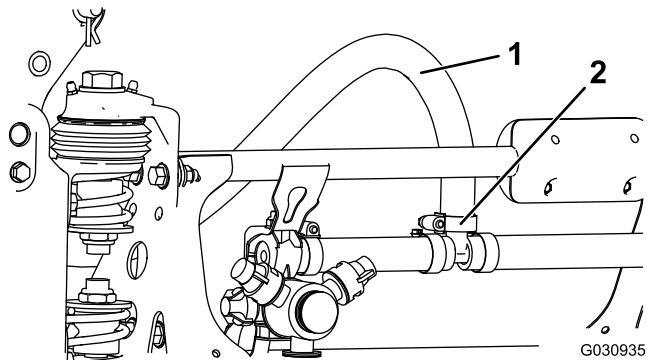

Figura 2
- Afloje las abrazaderas de las dos mangueras que están conectadas a los brazos izquierdo y derecho, y retire las mangueras (Figura 2).